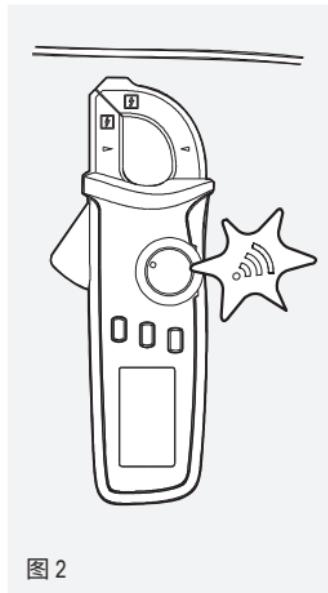

图 2
2. 将 NCV 传感器置于导线旁边, 保持 8 – 15mm 的间隙(图 2)。检测到电流时, 电流钳表会发出以下信号: